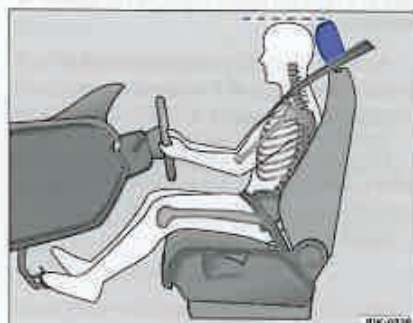

Fig. 2 Reglarea corectă a înălțimii tetierei.
- Reglați tetierele astfel încât marginea superioară a tetierei să se afle la aceeași înălțime cu partea superioară a capului dvs. - totuși nu mai jos de ochi. Poziționați partea posterioară a capului cât mai aproape de tetieră → pagina 4, fig. 2".